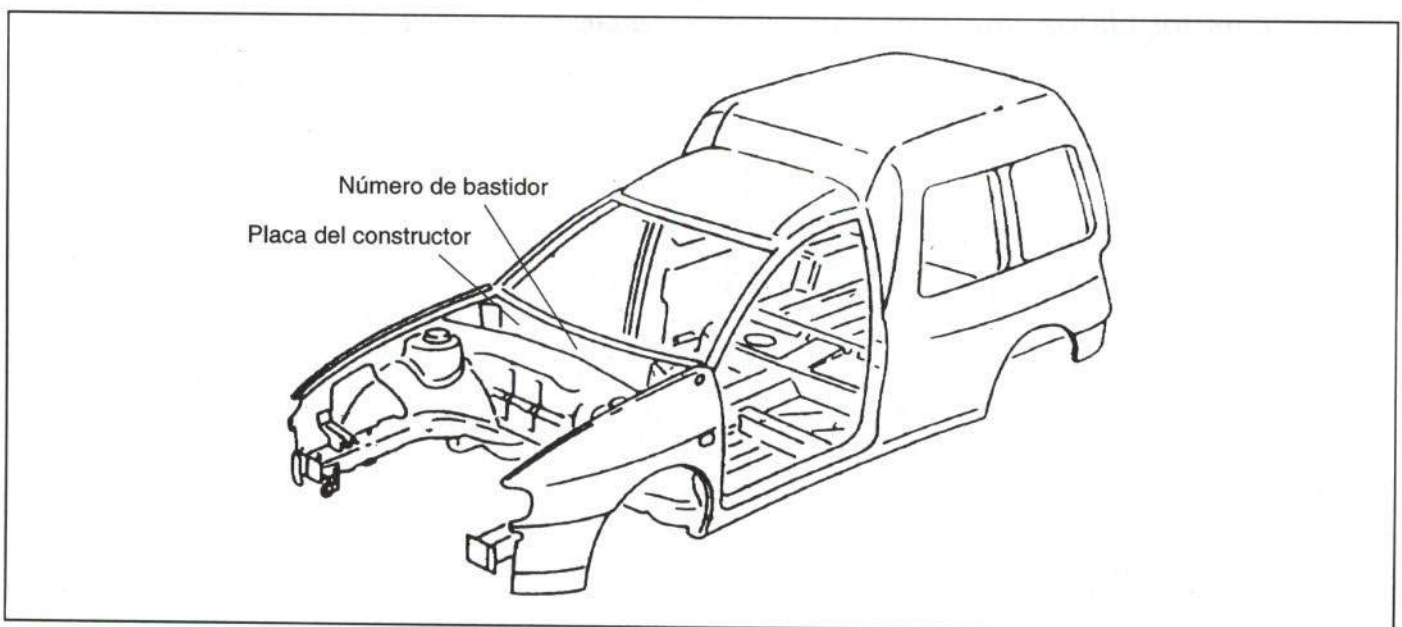

Figura 1.- Situación de las placas de identificación del vehículo
La situación de estas placas se refleja en la figura 1.
- El número de bastidor se encuentra troquelado en la chapa salpicadero, entre el motor y el compartimento de los pasajeros (figura 1).